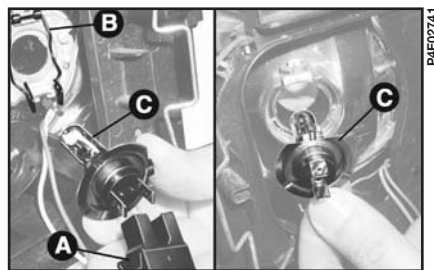

рис. 14
2) Разъедините разъем **A** (рис. 14), выведите из фиксатора пружину **B** и извлеките лампу **C**.